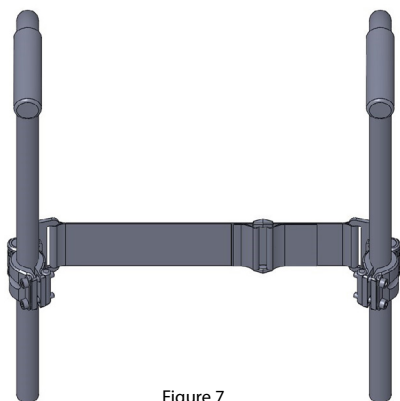

Figure 7
- 2) Modifiez l'angle de l'attache pour ajuster la profondeur de la courroie à l'aide de la vis **D**. (Figure 7 et 8)